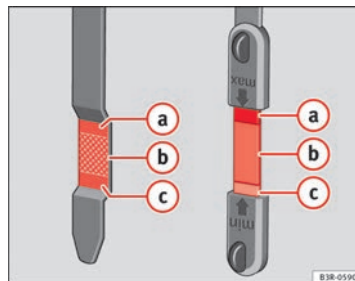

Abb. 166 Markierung am Ölmesstab
- Den Messstab anschließend wieder herausziehen und den Ölstand ablesen → Abb. 166. Füllen Sie gegebenenfalls Motoröl nach → Seite 236.